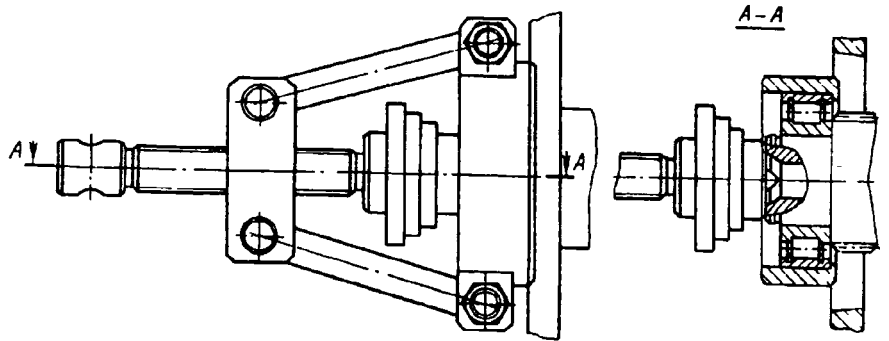
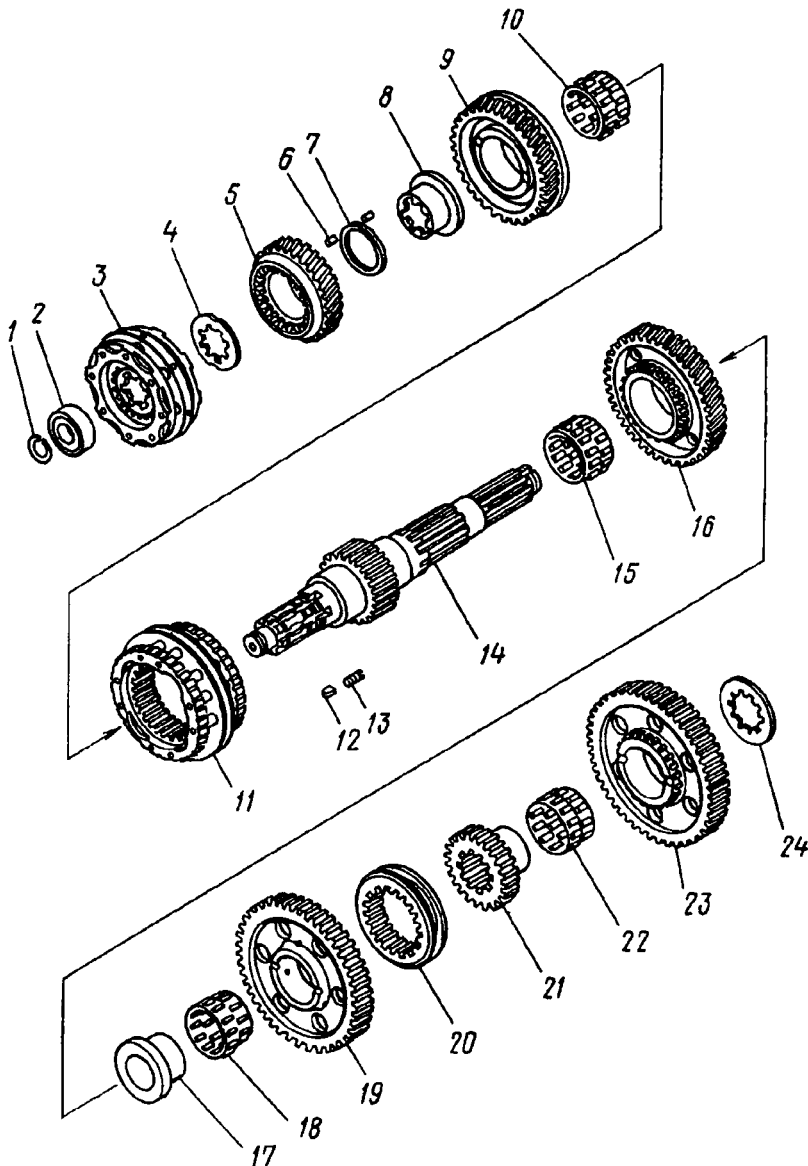

Рис. 146. Снятие переднего подшипника ведущего вала
Рис. 145. Разборка ведущего вала коробки передач:
31. Снимите упорное кольцо 1 (рис. 145)	Спецпассатижи, отвертка
32. Снимите съемником (рис. 146) передний подшипник 2 (см. рис. 145)	Съемник
89. Установите зубчатое колесо 9 (см. рис. 145) в сборе с подшипником 10 на ведомый вал 14	—